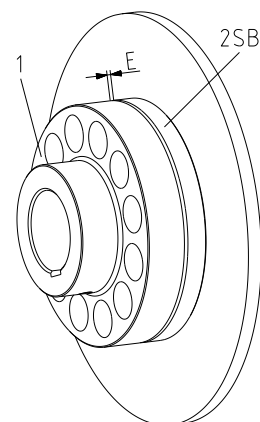

Bild 12
- Förskjut aggregaten axiellt tills E-måttet uppnås (se bild 12).